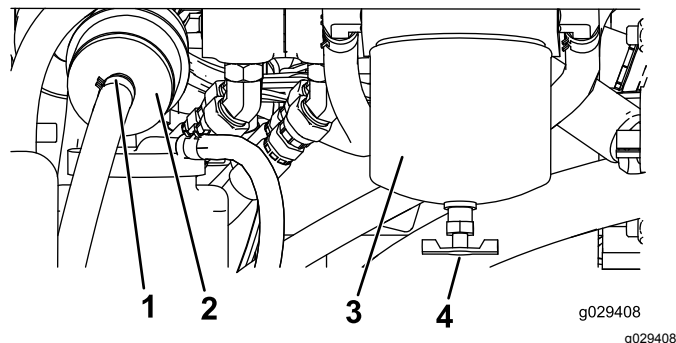

Рисунок 51
1. Найдите топливный фильтр на задней стороне двигателя (Рисунок 51) и поместите под него чистую емкость.
1. Найдите топливный фильтр на правой стороне двигателя (Рисунок 51) и поместите под ним чистую емкость.
2. Очистите область крепления корпуса фильтра (Рисунок 51).
3. Снимите корпус фильтра и очистите монтажную поверхность (Рисунок 51).
5. Вверните стакан фильтра вручную в монтажное отверстие. После соприкосновения прокладки с монтажной поверхностью доверните стакан еще на пол-оборота (Рисунок 51).
6. Поместите встроенный фильтр под коробкой топливного фильтра (Рисунок 51) и отметьте направление стрелки потока на боковой стороне встроенного фильтра.
7. Ослабьте хомуты на обоих концах проходного фильтра и отсоедините от него шланги (Рисунок 51). Удалите в отходы фильтр.
8. Наденьте шланги на концы нового фильтра (Рисунок 51), убедившись в том, что стрелка на фильтре показывает в ту же сторону, что и стрелка на старом фильтре.